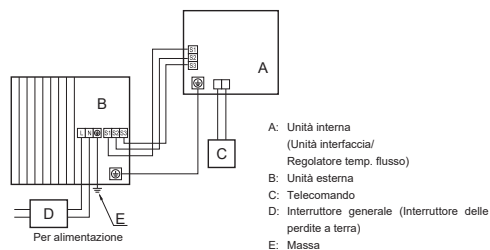
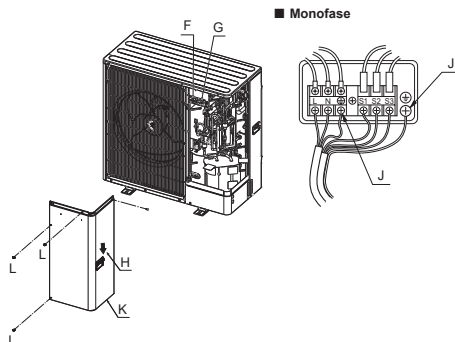

Fig. 7-1
Fig. 7-2
7.1. Unità esterna (Fig. 7-1, Fig. 7-2)
- (1) Rimuovere il pannello di servizio.
- (2) Posizionare i cavi secondo la Fig. 7-1 e la Fig. 7-2.